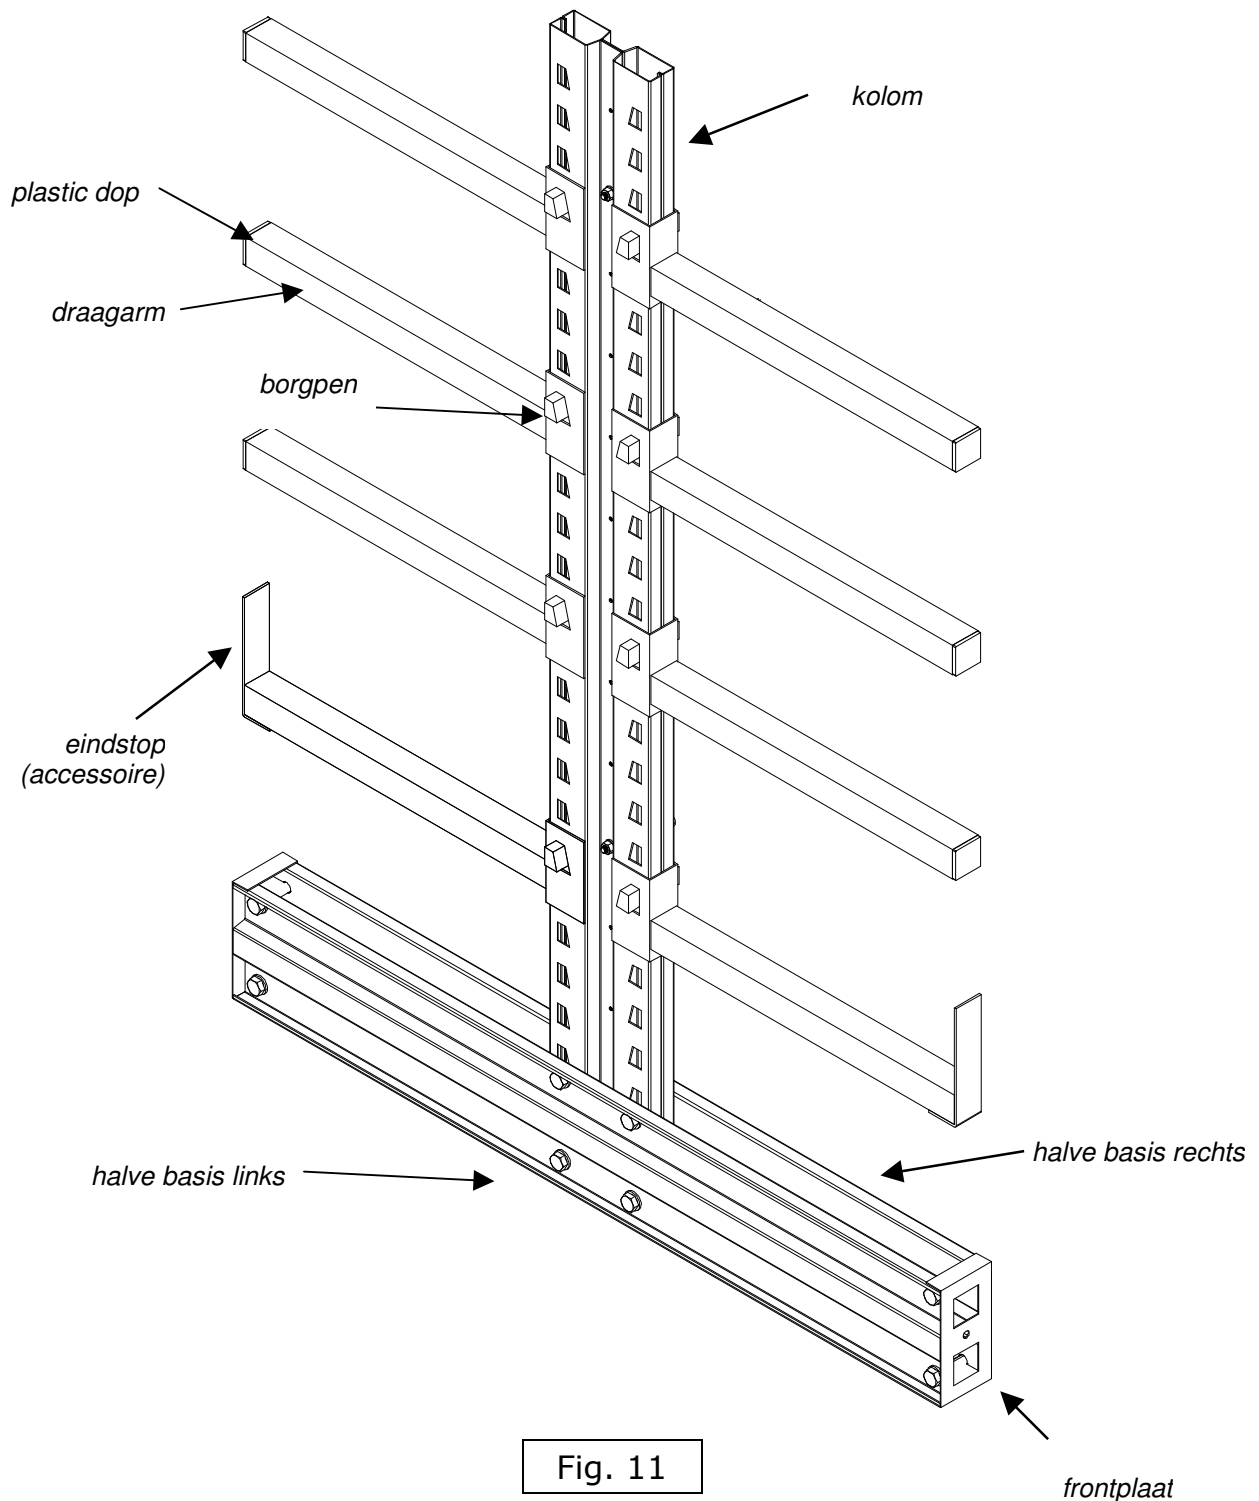

Fig. 11
In Fig. 11 zijn de onderdelen voorgesteld waaruit een staander is samengesteld, in dit geval dubbelzijdig.
7. De draagarmen plaatsen en borgen dmv borgpennnen (Fig. 11)